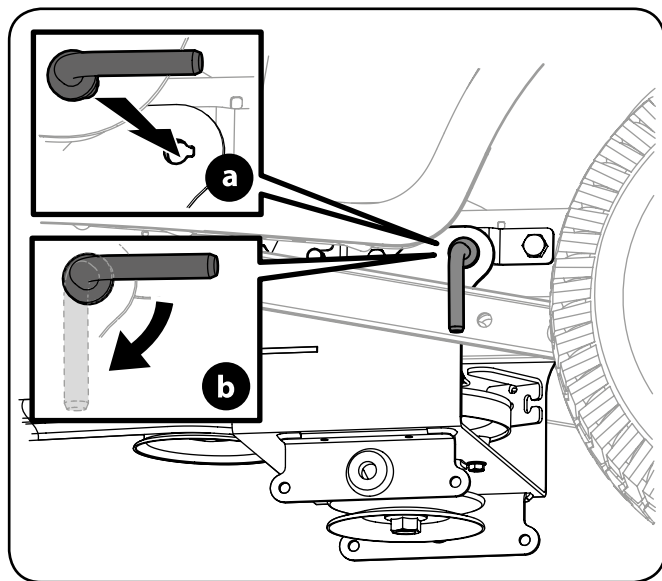

Рисунок 3-8
8. Закрепите несущую платформу по месту с помощью двух запорных стержней (см. рис. 3-8).